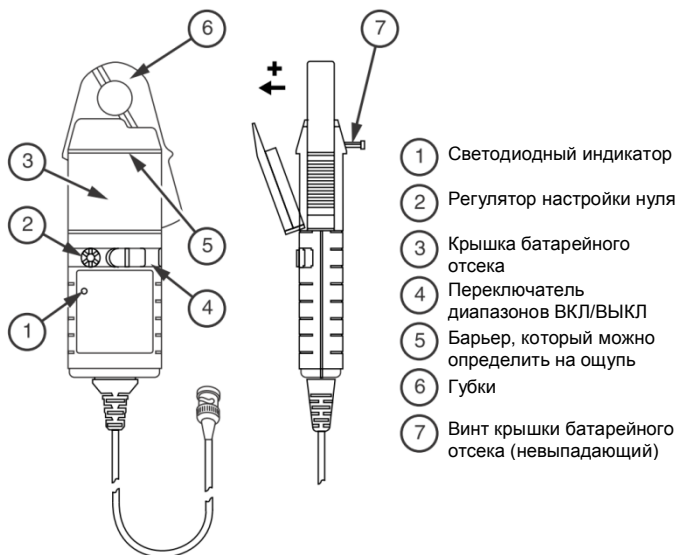

Рис. 1. Токовые клещи переменного и постоянного тока i310s
Во избежание получения травмы при использовании токовых клещей запрещается касаться устройства за защитным барьером в соответствии с рис.1.
При достижении минимально возможного рабочего напряжения начнет мигать красный светодиодный индикатор. См. рис.1. Следуйте указанной ниже процедуре.
2. Ослабьте невыпадающий винт крепления крышки батарейного отсека. Поверните крышку на 30° и сдвиньте с корпуса токовых клещей в соответствии с рис. 1. Теперь доступ к батарее открыт. Замените батарею, закройте крышку и заверните винт.